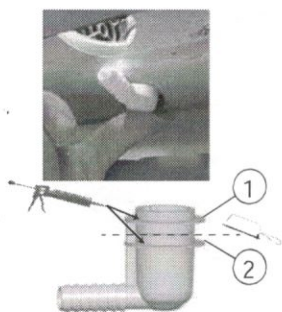

Fig. 189: Łącznik odpływu wody
- ▶ Sprawdzić, czy jest konieczne przycięcie łączników odpływów wody na odpowiednią długość. Patrz Fig. 189